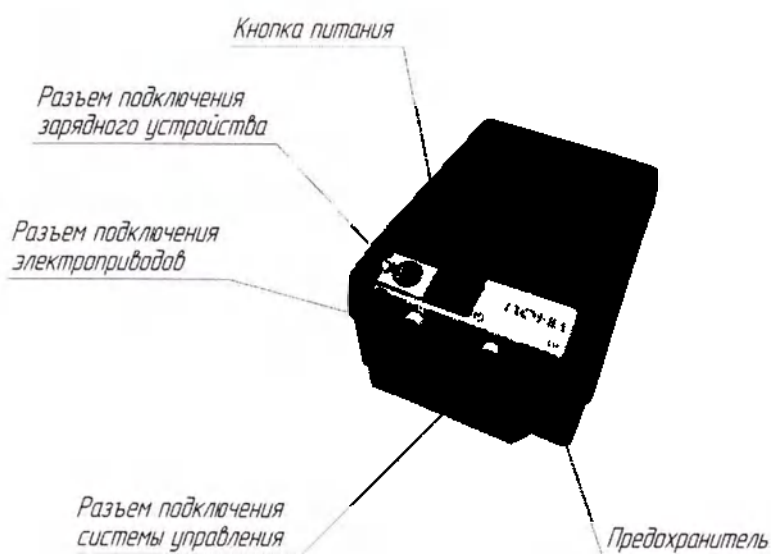

Рис. 13
В крышке корпуса блока АКБ находятся (Рис.13):
1. Переключите кнопку питания в положение "1" Рис. 13 и 14.1 (при положении кнопки питания в положении "0" зарядка АКБ не происходит)
Зарядку аккумуляторных батарей возможно осуществлять и отдельно от электроколяски подключив зарядное устройство к разъему на крышке АКБ (Рис.13) при этом кнопка питания должна находиться в положении "1".